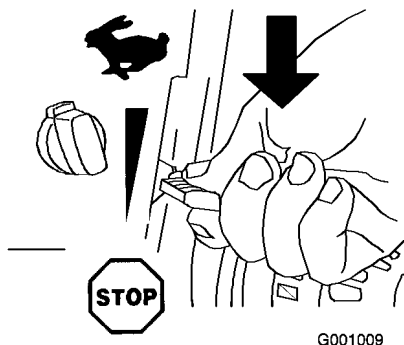

Figure 25
1. Réglez la manette d'accélérateur à la position d'arrêt (Figure 25).